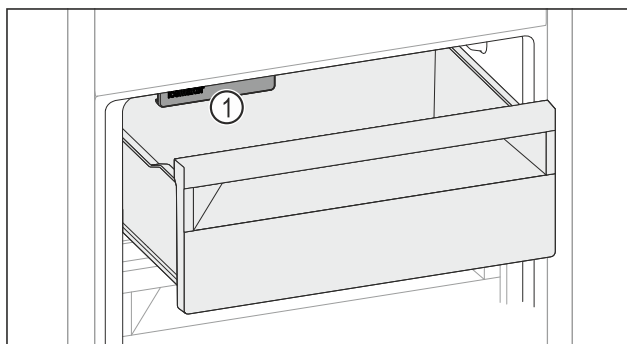

Fig. 155
- ▶ Prihliadajte na IceMaker Fig. 155 (1).